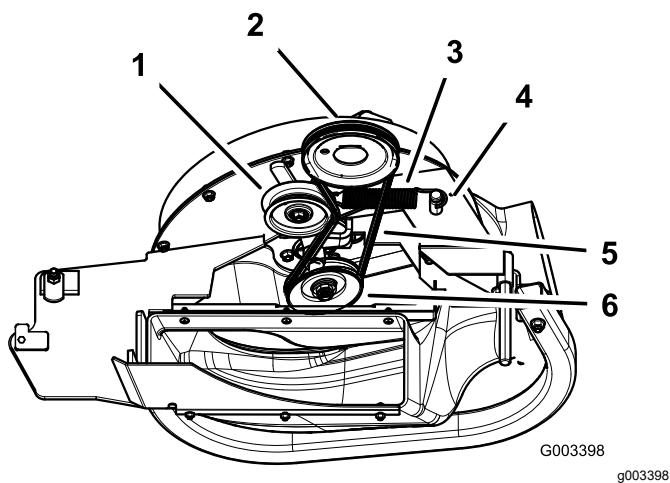

Figura 43
3. Tire hacia atrás de la polea tensora tensada con muelle para aliviar la tensión de la correa (Figura 43).
5. Instale la correa nueva alrededor de las poleas del soplador y de la polea de la carcasa de corte (Figura 43).
7. Tire hacia atrás de la polea tensada con muelle e instale la correa en la polea (Figura 43).